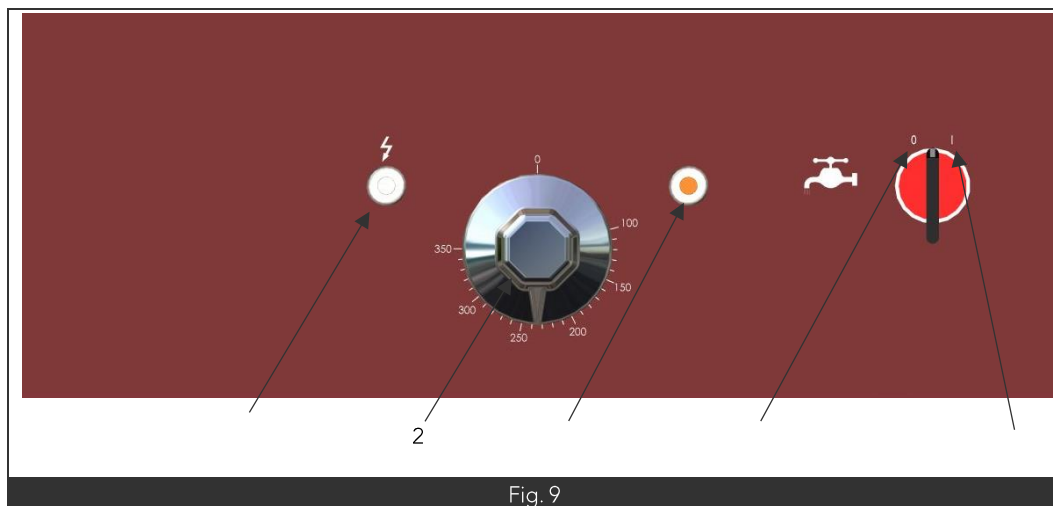

Fig. 9
- L'appareil étant sous tension le voyant blanc s'allume (Fig9 Rep1)
- Mettre la manette du commutateur du ruissellement sur la position marche (Fig9 Rep5) pour faire circuler l'eau dans la gorge périphérique.
- Régler la température du thermostat en agissant sur la manette électrique (Fig9 Rep2).
- Le voyant orange s'éclaire indiquant la chauffe des résistances (Fig9 Rep3) et s'éteint lorsque celle-ci sont à la températures désirées.
- Pour arrêter le ruissellement d'eau tourner la manette du commutateur sur la position arrêt. (Fig9 Rep4)